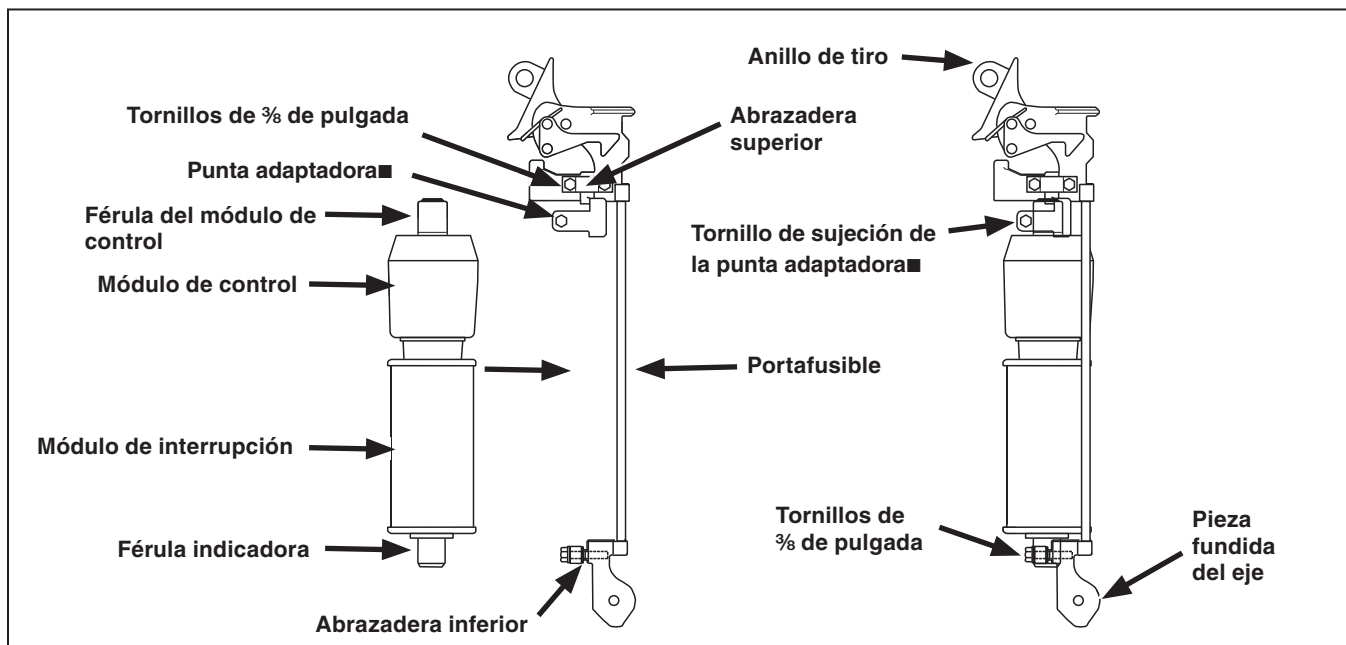

Figura 4. Instalación del ensamble del módulo de control y del módulo de interrupción en el portafusible para los Montajes TransFuser.▲
Observación: Los portafusibles para los Montajes TransFuser de S&C con capacidad de 13.8 kV incluyen una punta adaptadora que se debe quitar de la abrazadera superior del portafusible y se debe instalar (y empotrar completamente) sobre la férula del módulo de control en este momento. Apriete el tornillo de sujeción de la punta adaptadora. Ver Figura 4 en la página 10.
- PASO 5.** Coloque el ensamble del módulo de control y del módulo de interrupción en el portafusible al empotrar las férulas en las abrazaderas, tal y como se muestra en la Figura 3 o 4 (según corresponda). Asegúrese de que el módulo de interrupción esté posicionado hacia el anillo de tiro cuando éste sea instalado en portafusibles para Montajes de Fusibles Electrónicos de Potencia Fault Fiter (Figura 3 en página 10) y hacia la pieza fundida del eje cuando esté instalado en portafusibles para Montajes TransFuser de S&C. (Figura 4 en página 10).